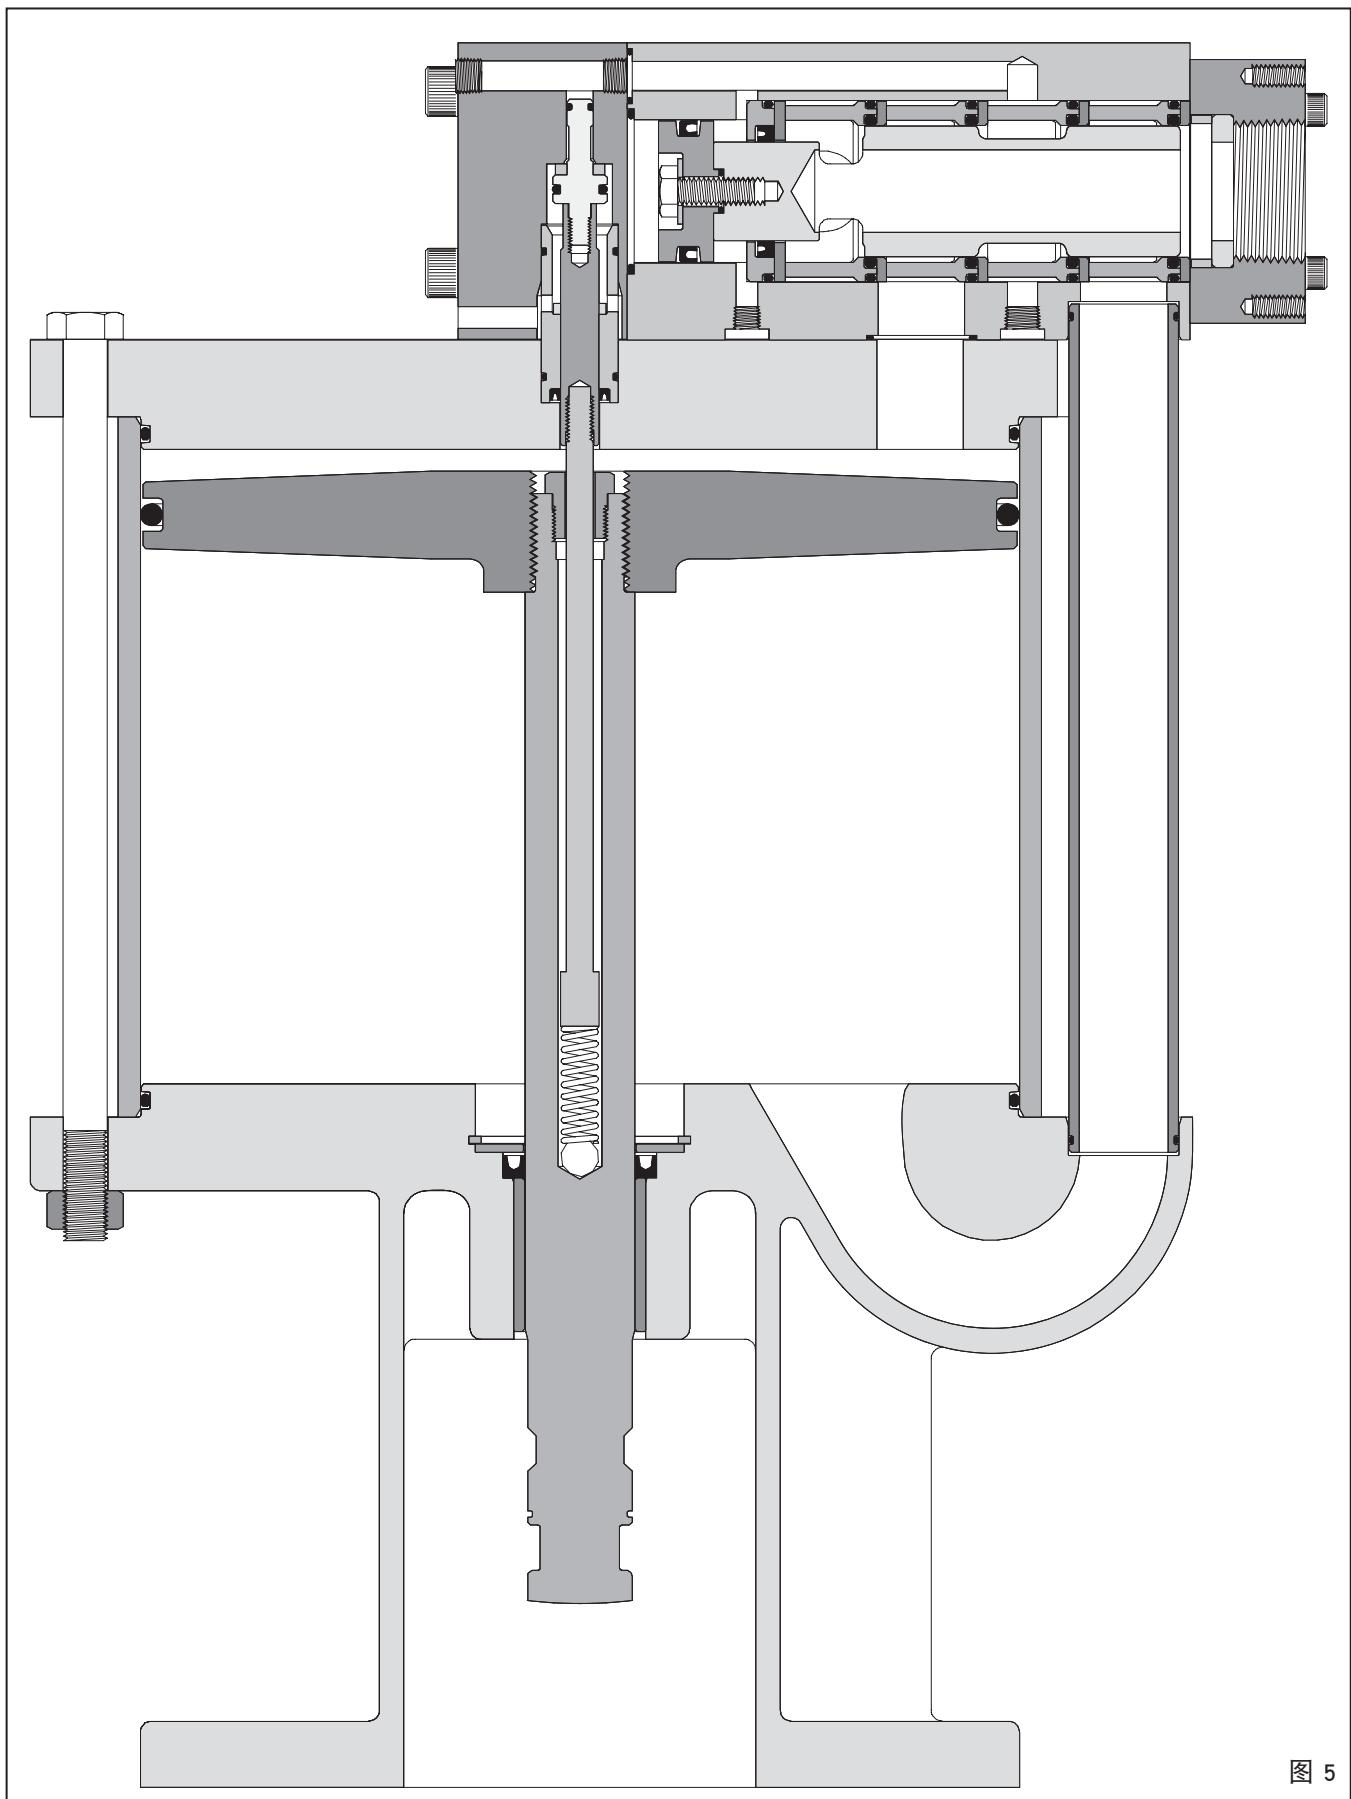

图 5
21. 将一个 (15) "O"形圈和 (16) 垫圈装到 (30) 座歧管中，紧靠着 (13) 压盖 (参看图5)。
22. 将四个 (15) "O"形圈，四个 (18) "O"形圈，四个 (17) 隔圈和四个 (19) 垫圈装到 (30) 座歧管中 (参看图5)。